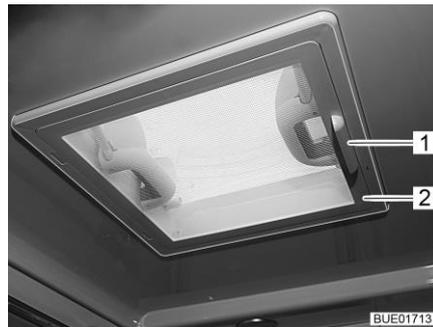

Bild 112 Dachhaube mit Schnappverschluss
- Insektenschutz (Bild 112,2) am Griff (Bild 112,1) nach unten schwenken.